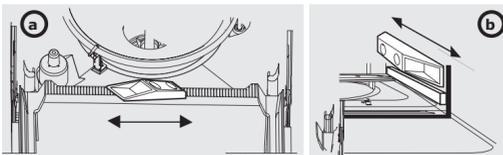

Figure 11
- Retirez le panier inférieur pour vérifier que le lave-vaisselle est à niveau d'avant en arrière en plaçant le niveau au bas de la cuve sur le support de roue du panier inférieur. **Voir Figure 11 b.**